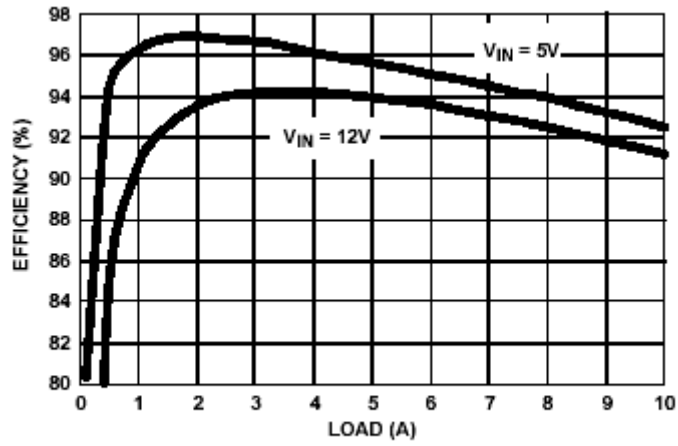

FIGURE 7. EFFICIENCY vs LOAD CURRENT ( $V_{OUT} = 3.3V$ )
**RT** — 这是振荡器频率选择引脚。将这个引脚直接连到 VCC5 引脚将选择振荡器的 300kHz 运行频率。在这个引脚到 GND 之间放置一个电阻器，则可以在 100kHz 到 1.4MHz 之间编程控制振荡器的频率。图 7 示出振荡器的频率和 RT 电阻值之间的关系。